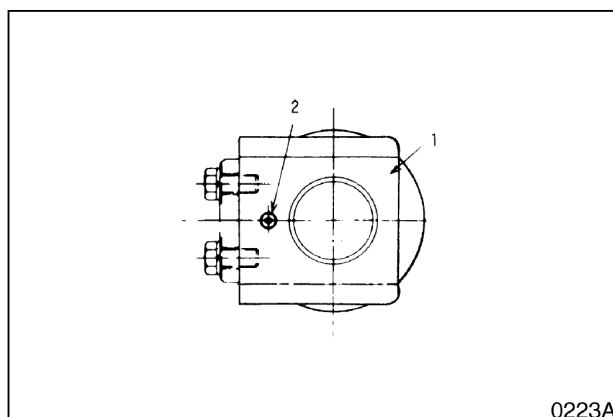

Рис. 19
1. Снимите заглушку (2, рис. 19) и слейте масло из катка в сборе (1).